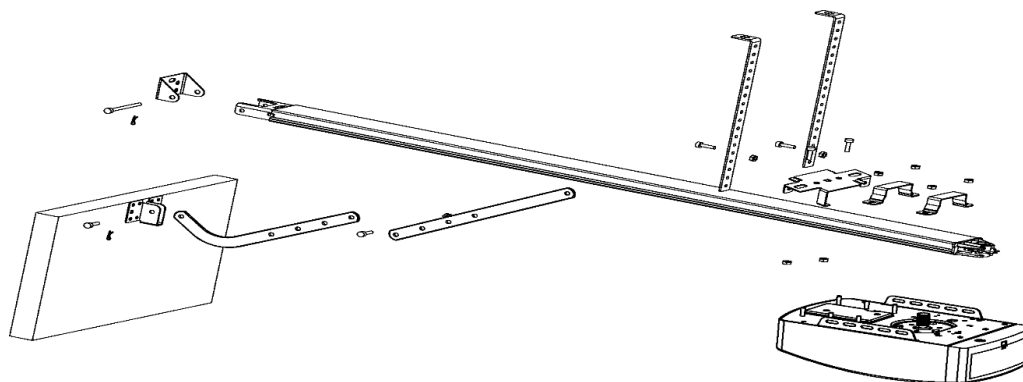

Figura 3.
PASSO 2 (Figura 3) - Coloque o conjunto do trilho com o motor no chão da garagem, com o trilho do motor afastado da porta, levantar a frente do trilho até o suporte da porta, insira o pivô e prenda-o com o pino de bloqueio fornecido.